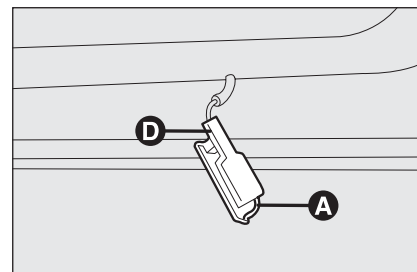

Рис. 35
- извлеките рассеиватель, нажав на фиксатор **A** (рис. 35) отверткой;
- установите рассеиватель **D** (рис. 35) на место (вдавывая сначала один край, затем другой до щелчка).